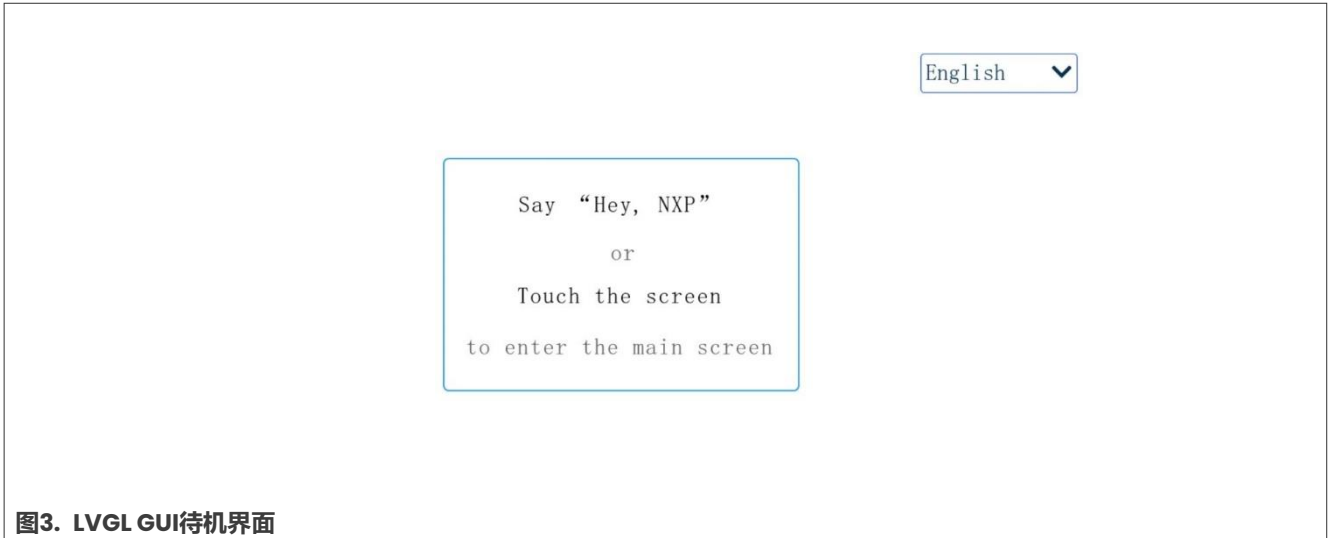

图3. LVGL GUI待机界面
- 添加一个开机后显示的待机画面。一个下拉列表组件提供中英文语言选择。屏幕上的文本以所选语言显示，并且只有当用户以所选语言说出唤醒词时，设备才会响应语音识别。识别唤醒词或触摸屏幕后，即可进入主界面。请参见图3。